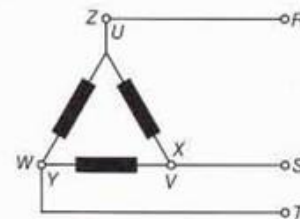

Fig. 6.32.
- Identifica qué tipo de conexión representa cada uno de los circuitos que tienes a continuación (Figs. 6.32 y 6.33) y explica brevemente para qué se usa cada uno de ellos.